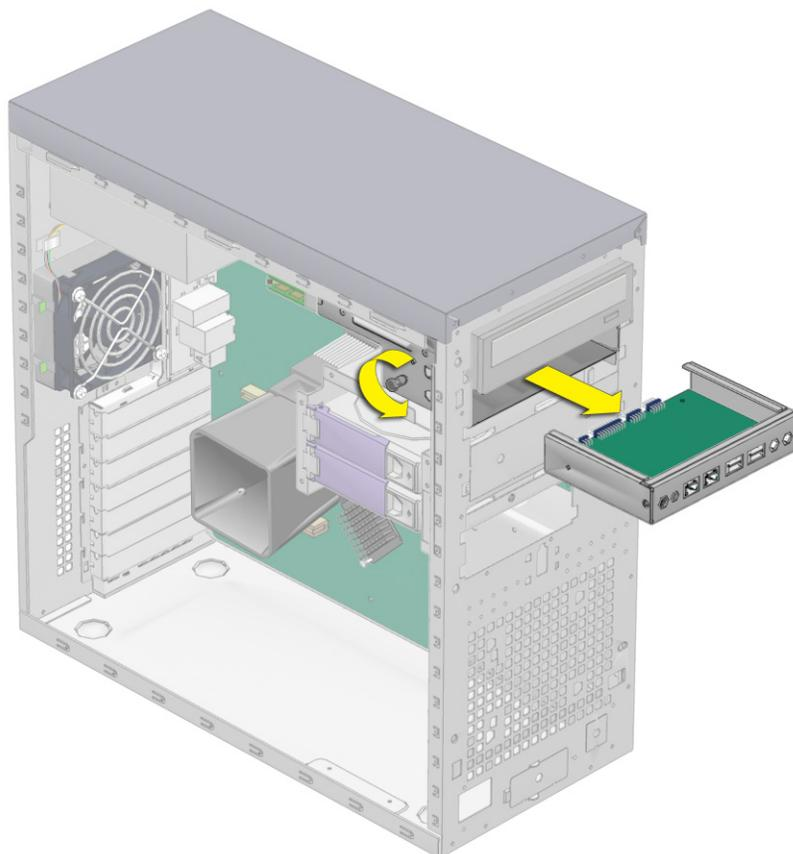

РИС. 4-31 Извлечение платы ввода-вывода
6. Отвинтите невыпадающий винт, крепящий плату ввода-вывода к металлическому основанию (см. РИС. 4-31).